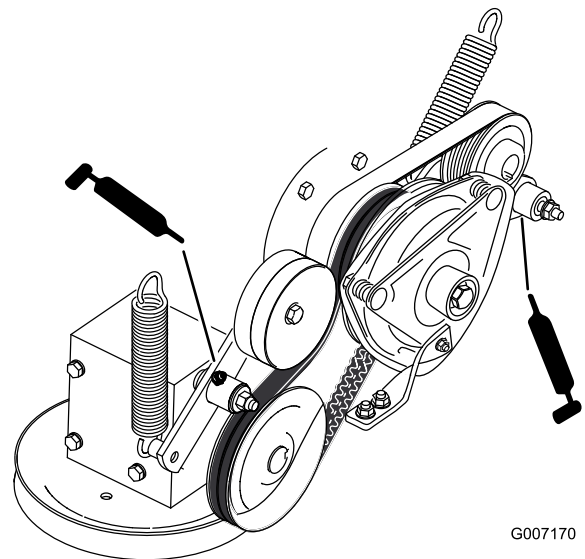

Figure 35
7. Graissez le bras de la poulie de tension de la courroie d'entraînement de PDF (Figure 35).
8. Graissez le bras de la poulie de tension de la courroie de pompe (Figure 35).